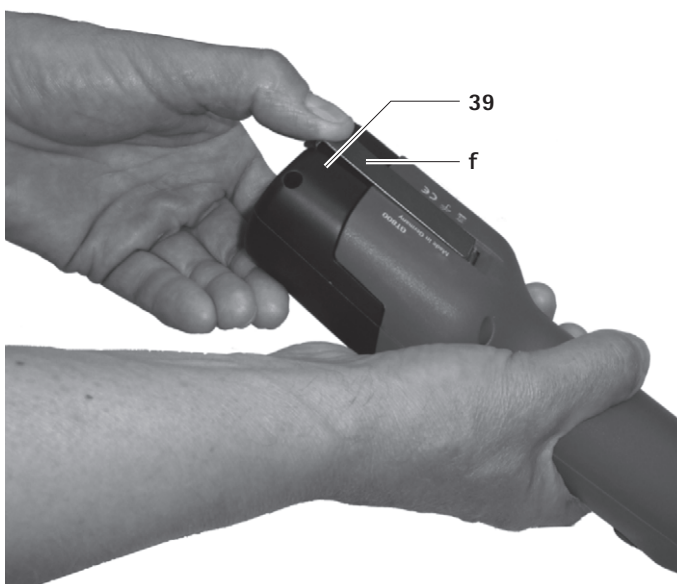

Fig. 3
- Litium-ion-akkumulatoren **39** sikres med akkumulatorlås **f**, se Fig. 3.